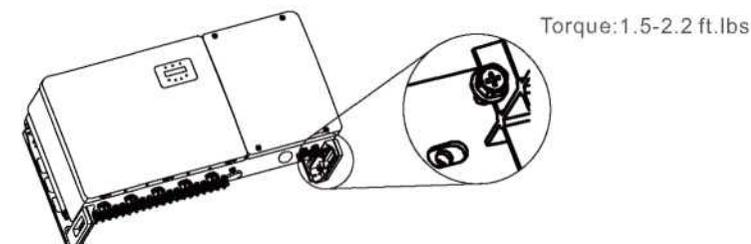

Figura 3.8 Fije el inversor
5) Utilice los 2 pernos hexagonales M6x12 incluidos para asegurar el inversor al soporte (Figura 3.8).